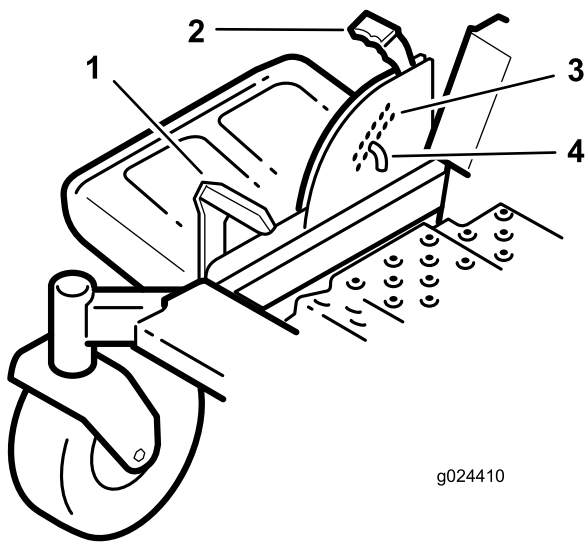

Figure 24
1. Appuyez sur la pédale de commande du plateau de coupe avec le pied et relevez le plateau en position du verrou de transport (qui est aussi la position de hauteur de coupe de 114 mm) (Figure 24).
2. Pour changer de hauteur de coupe, retirez la goupille du support de hauteur de coupe (Figure 24).
3. Placez la goupille dans le trou du système de hauteur de coupe correspondant à la hauteur de coupe voulue (Figure 24).